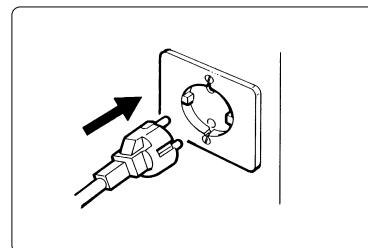

Fig. 5
- Inserire la spina nella presa di alimentazione elettrica (vedi fig. 5).